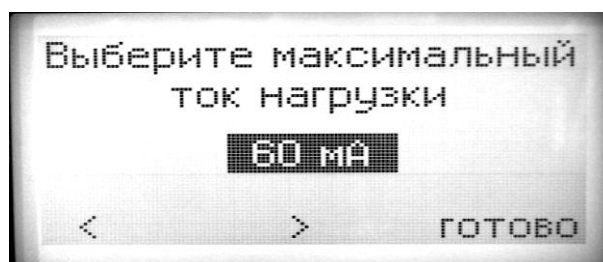

Рис.3.
6.2.10. Нажать кнопку блока управления «ВЫПОЛНИТЬ». После чего необходимо выбрать максимальный ток нагрузки. Выбор необходимого значения тока производится кнопками, расположенными под значками на экране «<» и «>» (см. рис.3). Нажать кнопку блока управления «ВЫПОЛНИТЬ». При этом включатся: короткозамыкатель выбранной для испытания фазы, короткозамыкатель блока высоковольтных испытаний (БВИ), и т.д.
6.3.9. Нажать кнопку блока управления «ВЫПОЛНИТЬ». После чего необходимо выбрать максимальный ток нагрузки. Выбор необходимого значения тока производится кнопками, расположенными под значками на экране « < » и « > » (см. рис.3). Нажать кнопку блока управления «ВЫПОЛНИТЬ».